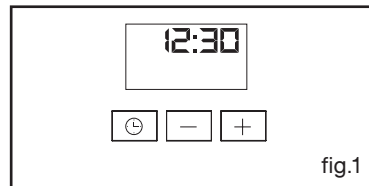

fig.1
- Controllare che sul programmatore appaia l'ora del giorno e che quest'ultima non lampeggi (fig.1).
Il simbolo di fine cottura lampeggia per indicare che è possibile effettuare la regolazione (fig.1).
Gli eventuali interventi sull'apparecchio devono essere effettuati da un professionista qualificato, depositario del marchio. Al momento della richiesta, comunicare tutte le referenze del forno (modello, tipo, numero di serie). Queste informazioni si trovano sulla targhetta delle caratteristiche (fig. 1).